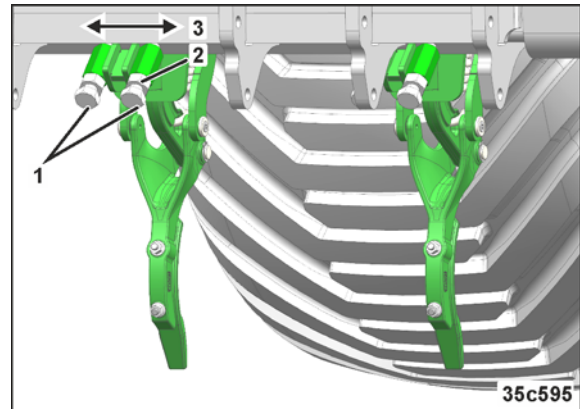

Fig. 206
1. Løsn skruerne (Fig. 206/1).
2. Forskyd sporløsnere vandret (Fig. 206/3), og sæt den i den ønskede position.
3. Spænd skruerne efter indstillingen af sporløsnere (Fig. 206/1), spænd kontra (Fig. 206/2).